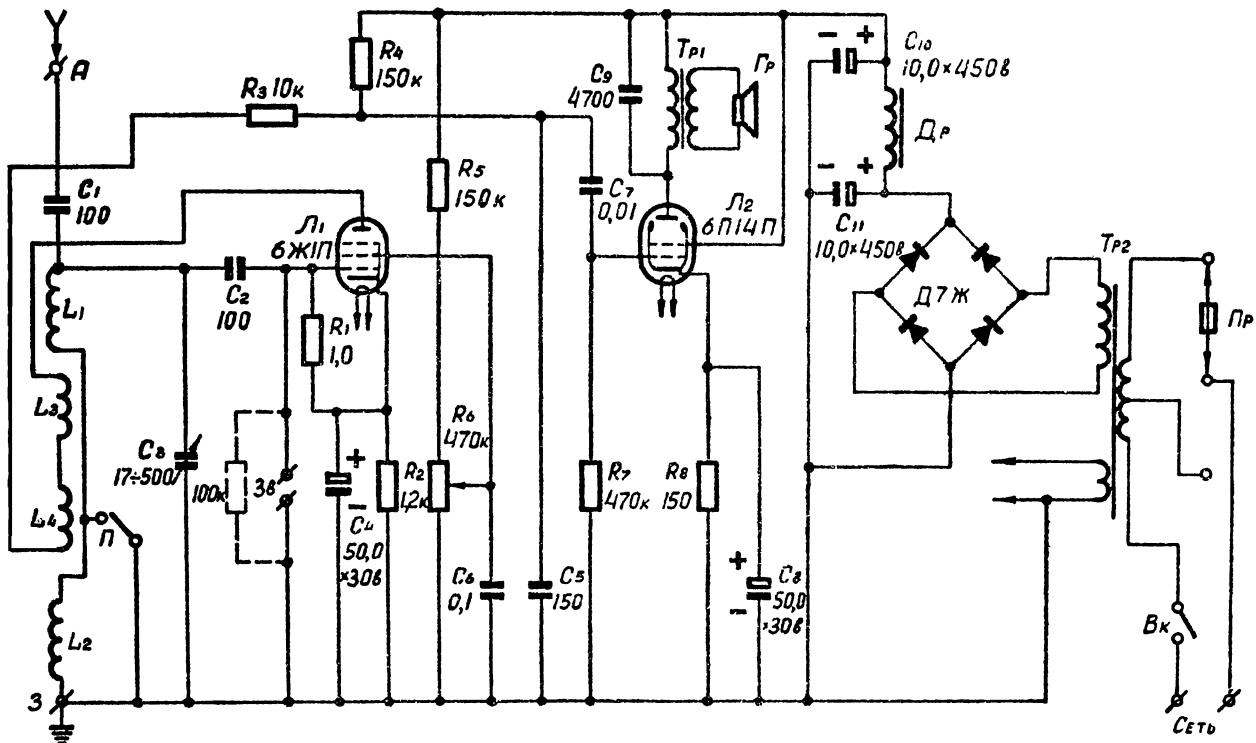

РИС. 29. ЛАМПОВЫЙ ПРИЕМНИК
**Ламповый приемник.** Это приемник прямого усиления 0—V—1 с положительной обратной связью во входном каскаде. Его схема (рис. 29) взята из книги В. Бурилинды и П. Жерембова «Хрестоматия радиолюбителя» (изд. «Энергия», 1966 г., стр. 163). Приемник рассчитан на прием передач в диапазонах ДВ (200—732 м) и СВ (577—200 м) и питается от сети 127—220 в.